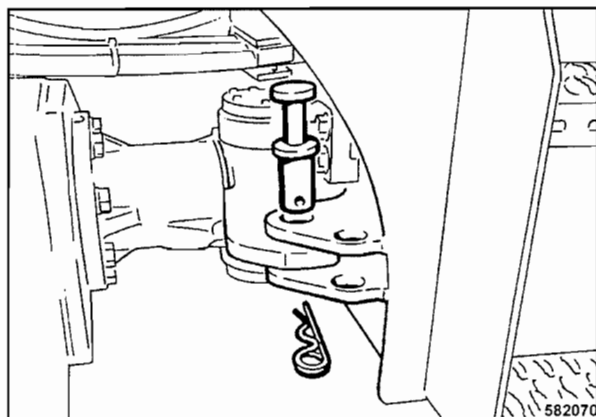

Fig. 51
- Colocar el seguro para la articulación de codo (Fig. 51).